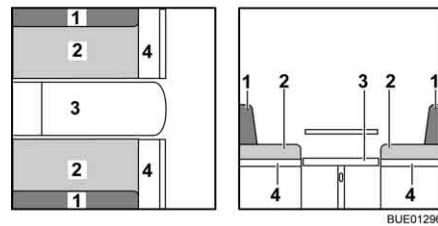

Bild 123 Under ombyggnaden
- Bredda sittbänken (Bild 123,4).
- Tag bort ryggdynorna (Bild 123,1) och lägg dem åt sidan.
- Drag sittdynorna (Bild 123,2) till mitten.